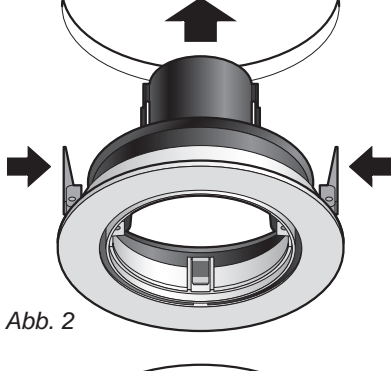
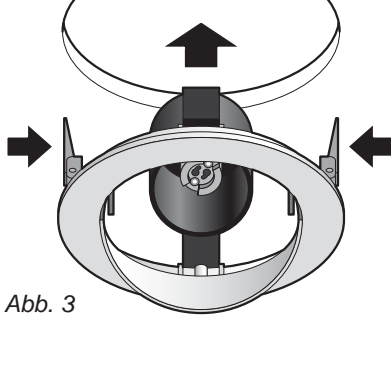

Abb. 2
Abb. 3
4. Federn zusammendrücken und Strahler in das ausgesägte Loch einsetzen (siehe Abb. 2 und Abb. 3).